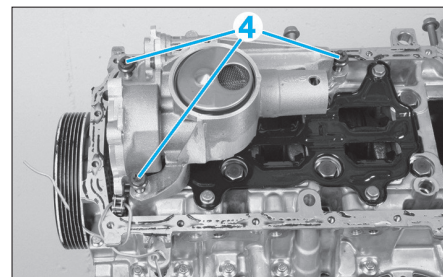

FIG. 28
- Déposer les vis (4) (Fig.28).